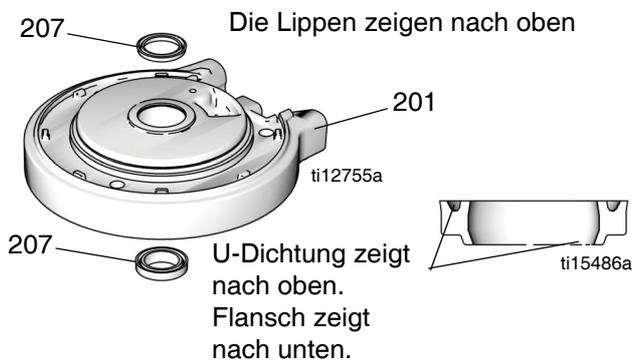

ABB. 8: Installation der Luftmotor-U-Dichtungen
2. Die Innenseite des Zylinders (205) schmieren. Den Zylinder auf die obere Abdeckung (210) absenken.
3. Den O-Ring (204) schmieren und am Kolben (219) anbringen.
4. Die Kolbenbaugruppe (219) nach unten in den Zylinder (205) schieben. Darauf achten, dass der O-Ring (202) an seinem Platz bleibt.
5. Die Abschirmung (206) am Zylinder (205) und in der Nut der oberen Abdeckung (210) anbringen.
6. Siehe ABB. 8. Die neue U-Dichtung schmieren und mit dem Flansch (207) unten im Lager in der unteren Abdeckung (201) anbringen. Die U-Dichtung muss nach oben und der Flansch nach unten zeigen. Die neue U-Dichtung (207) schmieren und oben im Lager anbringen. Die Lippen müssen nach oben zeigen.